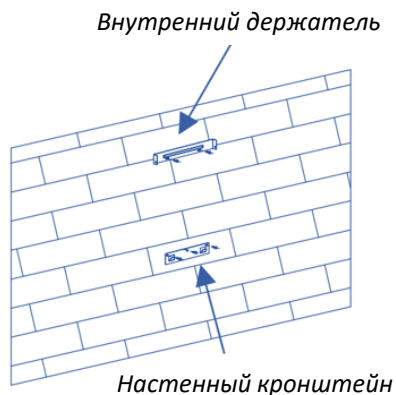

Рис.2
- Установите крючок и внутренний держатель вытяжки в подходящем месте, предварительно зафиксировав высоту установки, и выровняйте их. Закрепите кронштейн на стене винтами (см. рис. 2).